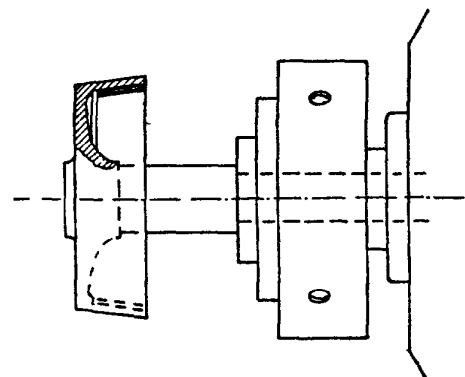

FIG. 3.
- 4. Gearaksel H84D spennes i chuck i dreiebenk, mot første bryst, og det slitte kjedehjulskonbelegg H84dk dreies vekk. Se fig. 3.**